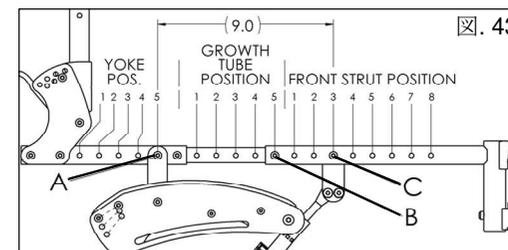

図. 43
- 4mm六角レンチと10mmレンチを使用し、椅子の両側からボタンヘッドネジ(図43:A、B、C)を取り外します。
- 必要に応じて、フロントシートチューブを内側または外側にスライドさせます。それぞれのフロントシートチューブの図43の表に示すように、ネジBを適切な位置に取り付けます。ネジ・ナットを締めないでください。